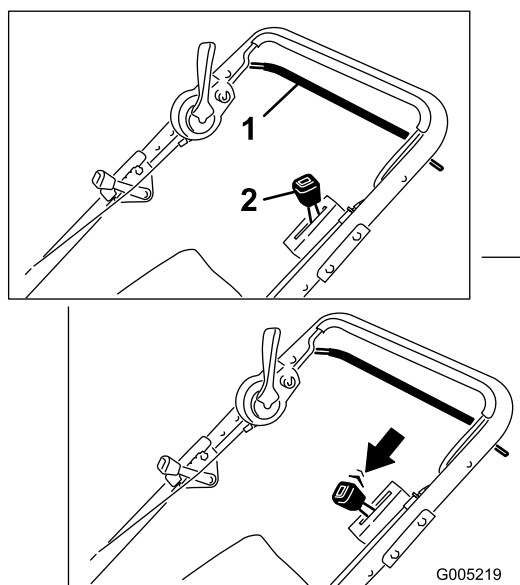

Figura 14
1. Rilasciate la barra di comando della trazione (Figura 14).